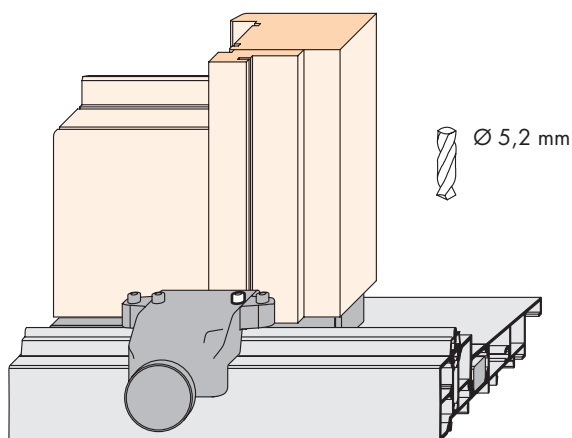
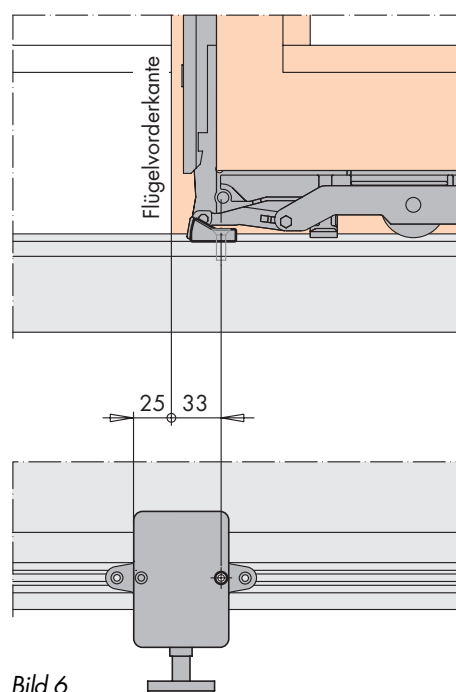

Bild 4
Bild 6
- F** Einbau des Riegelteil Schema G (70)
- Flügelvorderkante auf Bodenschwelle markieren (Bild 6).
- Bohrlehre Bohrlehre HS Riegelteil Schema G HH7642-06 entsprechend Maß 25 festspannen (Bild 6) und für Senkschraube M 5 x 20 (71) mit Bohrer  $\varnothing$  5,2 mm vorbohren (Bild 4).